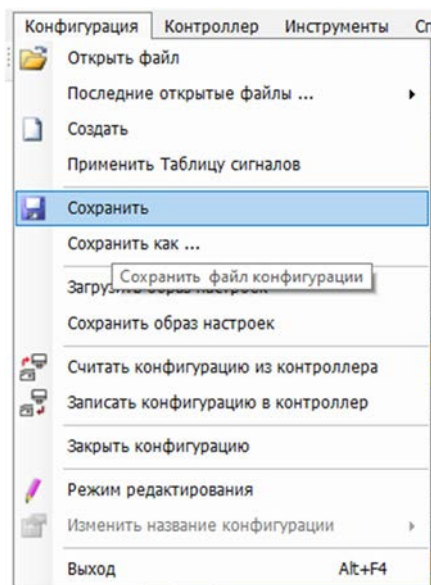

Рисунок 83 – Сохранить файл конфигурации
- Выберите в главном меню «Конфигурация» → «Сохранить» (см. рисунок 83).